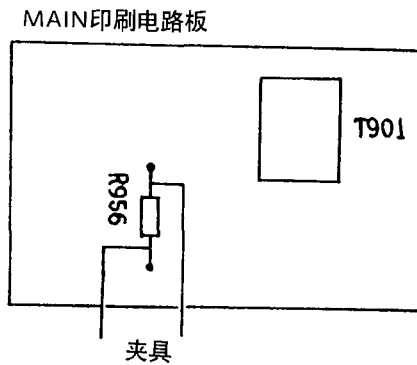
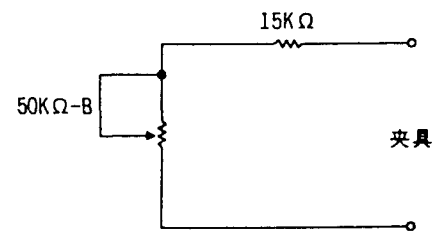

图 1
图 3
5. 把设定开关关掉，然后把图3所示的夹具接在图1所示的R956的两端。